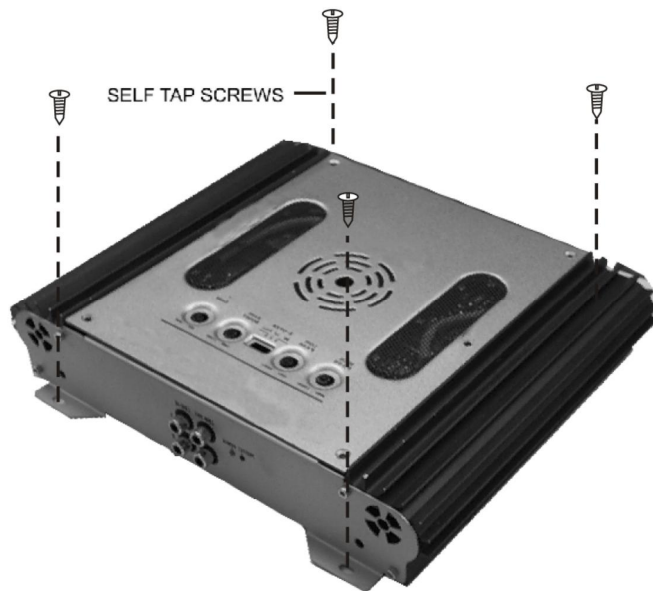

Рис. 1.
- Закрепите усилитель четырьмя саморезами (рис.1).